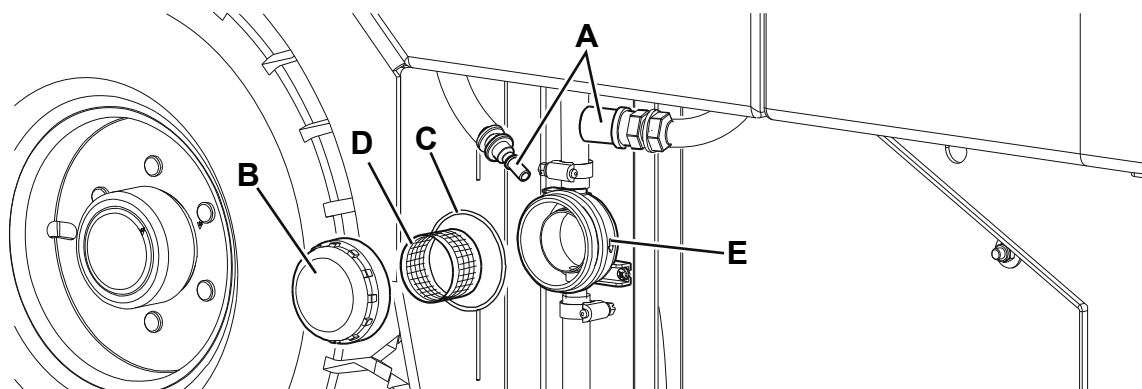

Figure 7
1. Amener la machine sur un sol plat, activer le frein de stationnement et tourner la clé de contact (57) sur "O".
2. Dégager le raccord rapide (A, Fig. 7) du réservoir.
3. Démontez le panneau gauche (2) pour rejoindre le filtre à eau (30).
4. Enlever le couvercle transparent (B) avec le joint (C), puis enlever le filet filtrant (D). Les nettoyer et les reposer dans le support (E).